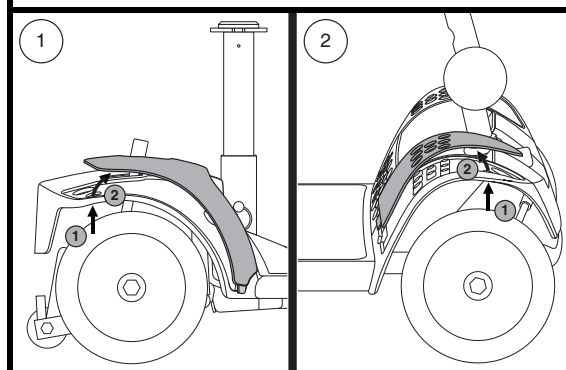

Abb. 11. Schutzblech
2. Drücken Sie durch diese Löcher, um das jeweilige Teil von dem Elektromobil zu lösen. **Siehe Abb. 11.**
HINWEIS: Überzeugen Sie sich beim Einbau des vorderen Schutzbleches davon, dass die Lasche am unteren Ende der Blende in die entsprechende Öffnung passt, bevor Sie die Blende eindrücken und sichern. **Siehe Abb. 11.**